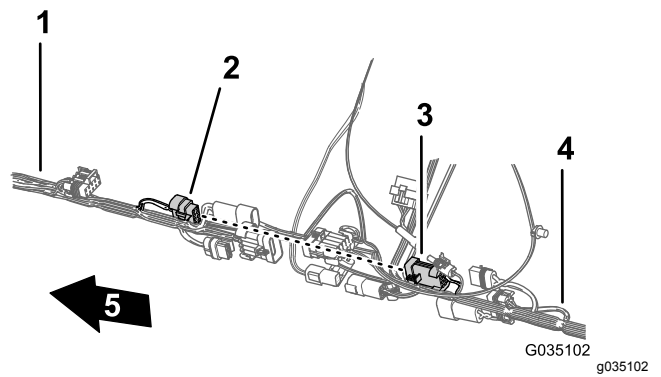

Рисунок 88
- Вставьте 8-штыревой разъем переднего жгута проводов для промежуточного соединения жгута проводов опрыскивателя в 8-гнездовой разъем заднего жгута проводов для переключателя интенсивности опрыскивания (Рисунок 88).